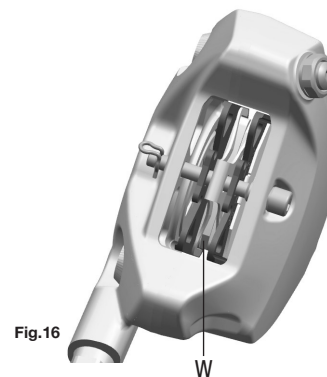

Fig.16
- usure excessive des plaquettes de frein (lorsque l'indication d'usure d'une ou plusieurs plaquette n'est plus visible) (W - Fig.16).